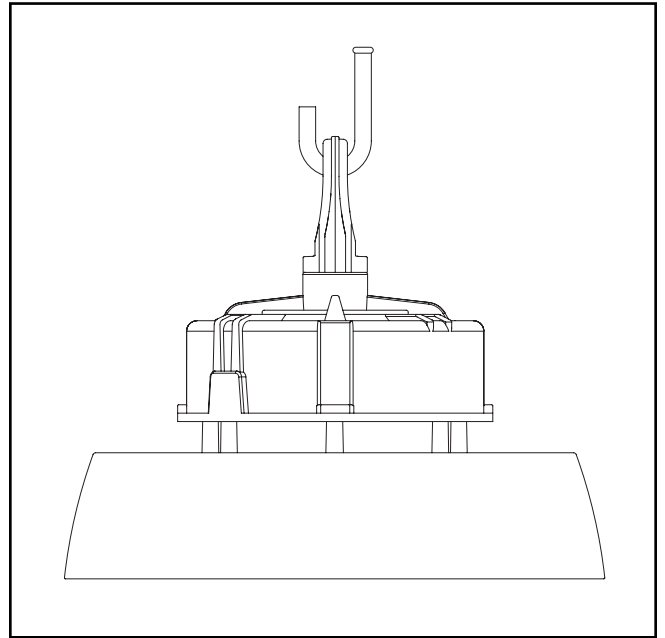

Figure 3.
3. Suspendez le luminaire (Figure 3).